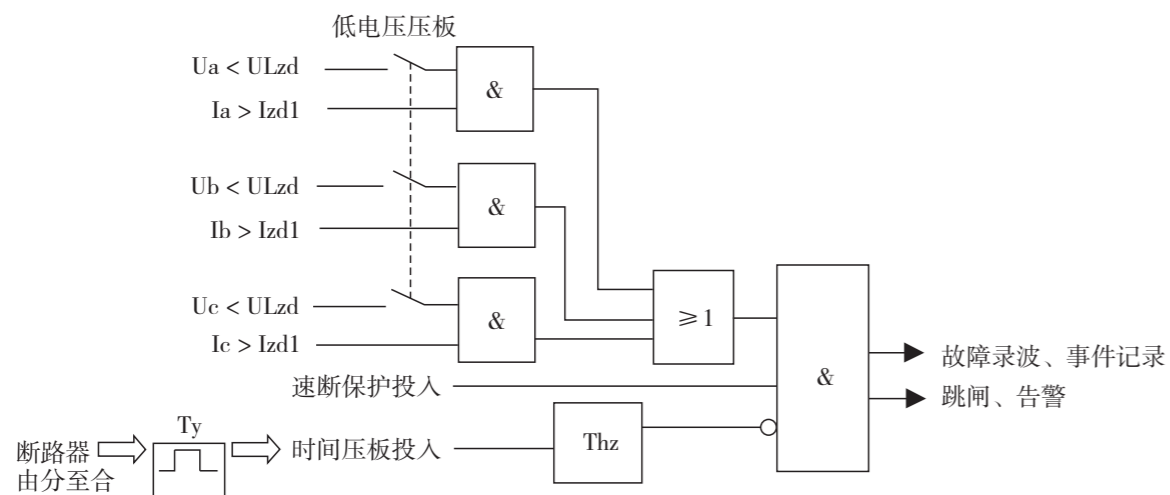

图9-2 合闸速断保护、低电压闭锁电流速断保护逻辑框图
- YZ100-MFZT开入量图(附图9-2);
附图9-2: YZ100-MFZT开入量图